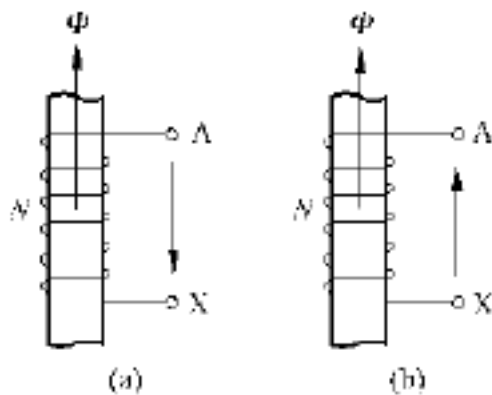

图 1.4
1.4 螺线管中磁通与电动势的正方向如图 1.4 所示，当磁通